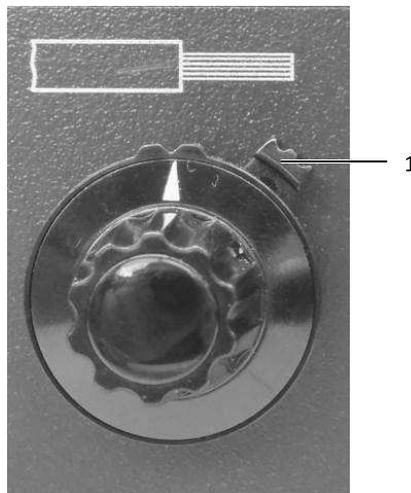

Abb. 3: Bremse am Einstellknopf
- Die Bremse (Abb. 3, Pos. 1) des Einstellknopfs durch Drehen gegen den Uhrzeigersinn lösen.